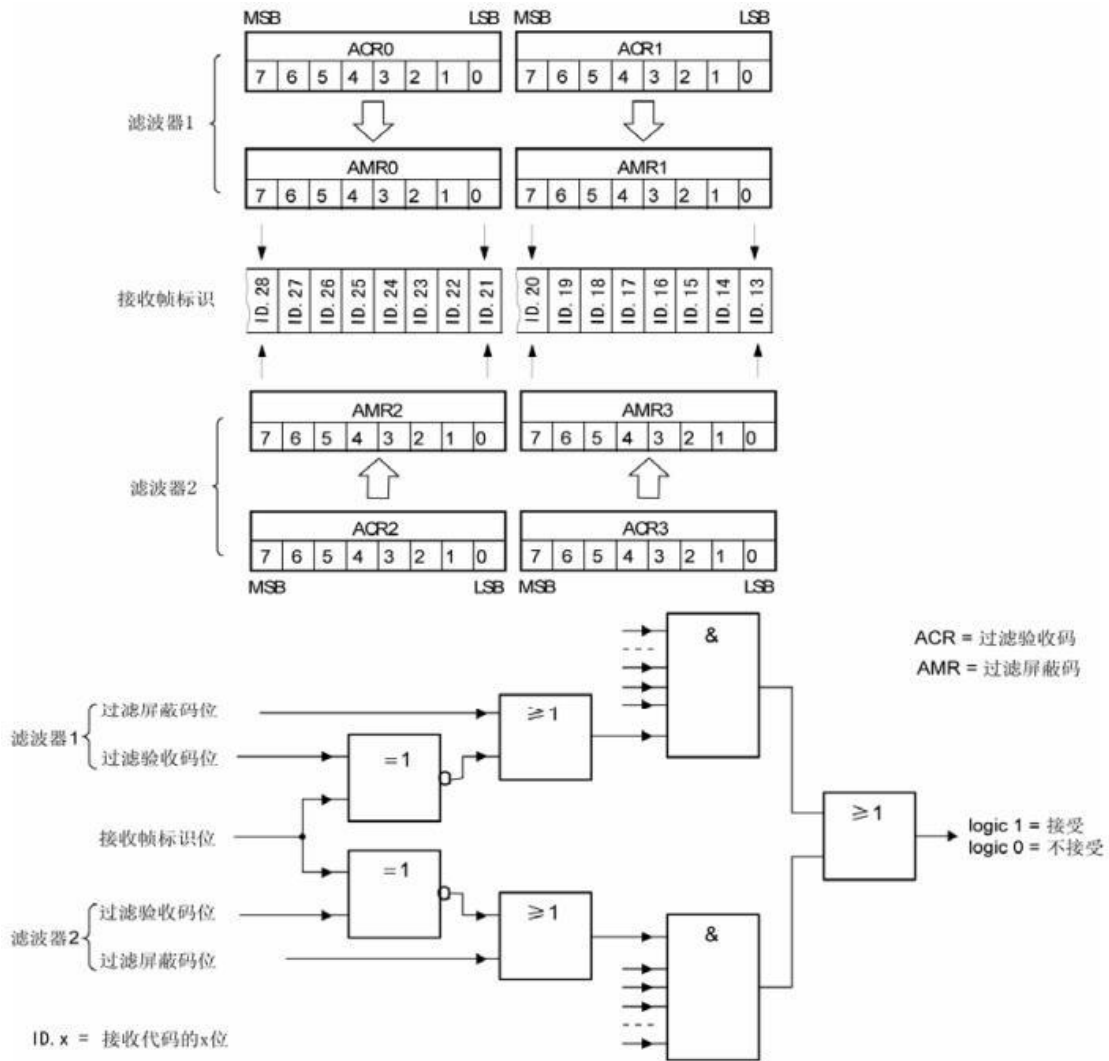

图 6.4 扩展帧双滤波示意图
**扩展帧：**对于扩展帧，定义的两个滤波器是相同的。两个滤波器都只比较扩展识别码的前两个字节——ID.28 到 ID.13，而不是全部的 29 位标识。如图 6.4 所示。